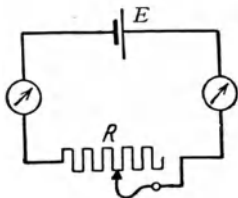

Abb. 39.
12. a) Schaltung zum Eichen eines Strommessers (Abb. 39).